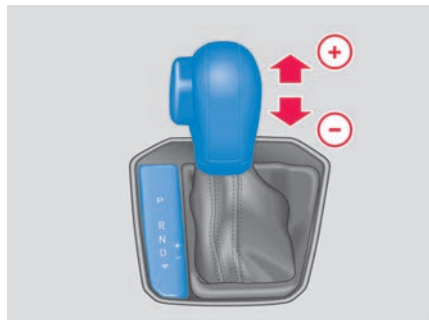

Abb. 83 Wählhebel in Tiptronic-Stellung (Linkslenker). Rechtslenker spiegelbildlich.
2. Um hoch- oder herunterzuschalten, Wählhebel nach vorn **+** oder hinten **-** tippen → **Abb. 83**.